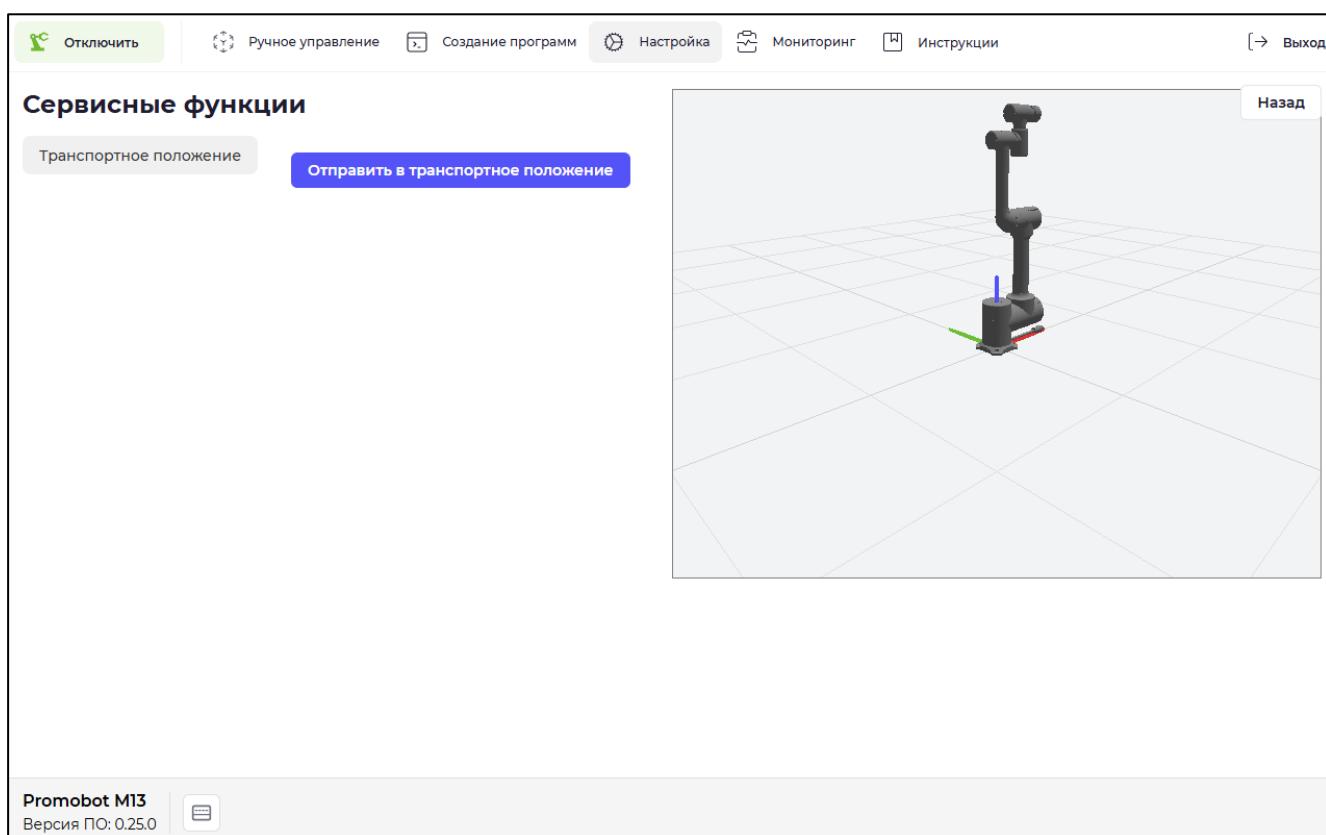

Рисунок II-60 – Вкладка «Настройки»
3. Откройте вкладку «Настройка» – раздел «Сервисные функции». Отобразится интерфейс сервисных функций (см. Рисунок II-60).